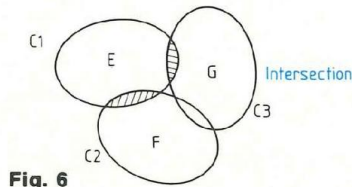
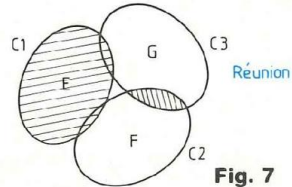

Fig. 6
Fig. 7
Ces propositions conditionnelles sont parfaitement illustrées par les figures 6 et 7.
Les parties hachurées de la figure 6 traduisent graphiquement les deux membres de l'expression (1), celle de l'intersection, alors que les parties hachurées de la figure 7 traduisent ceux de l'expression (2) de la réunion.